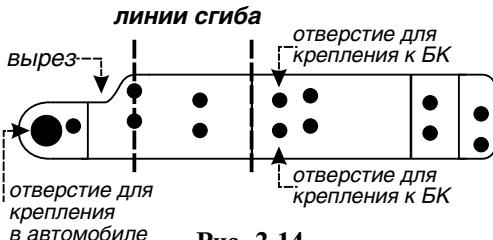

Рис. 2.14
5. Бортовой компьютер устанавливается на двух кронштейнах. Кронштейн, внешний вид которого приведен на рис.2.14, представляет собой металлическую пластину.
6. Согните пластины по линиям сгиба, рис. 2.14, так, как показано на рисунке 2.15. Учитывайте, что кронштейны будут устанавливаться один с правой, другой с левой стороны, согбайте их в противоположные стороны (зеркально).